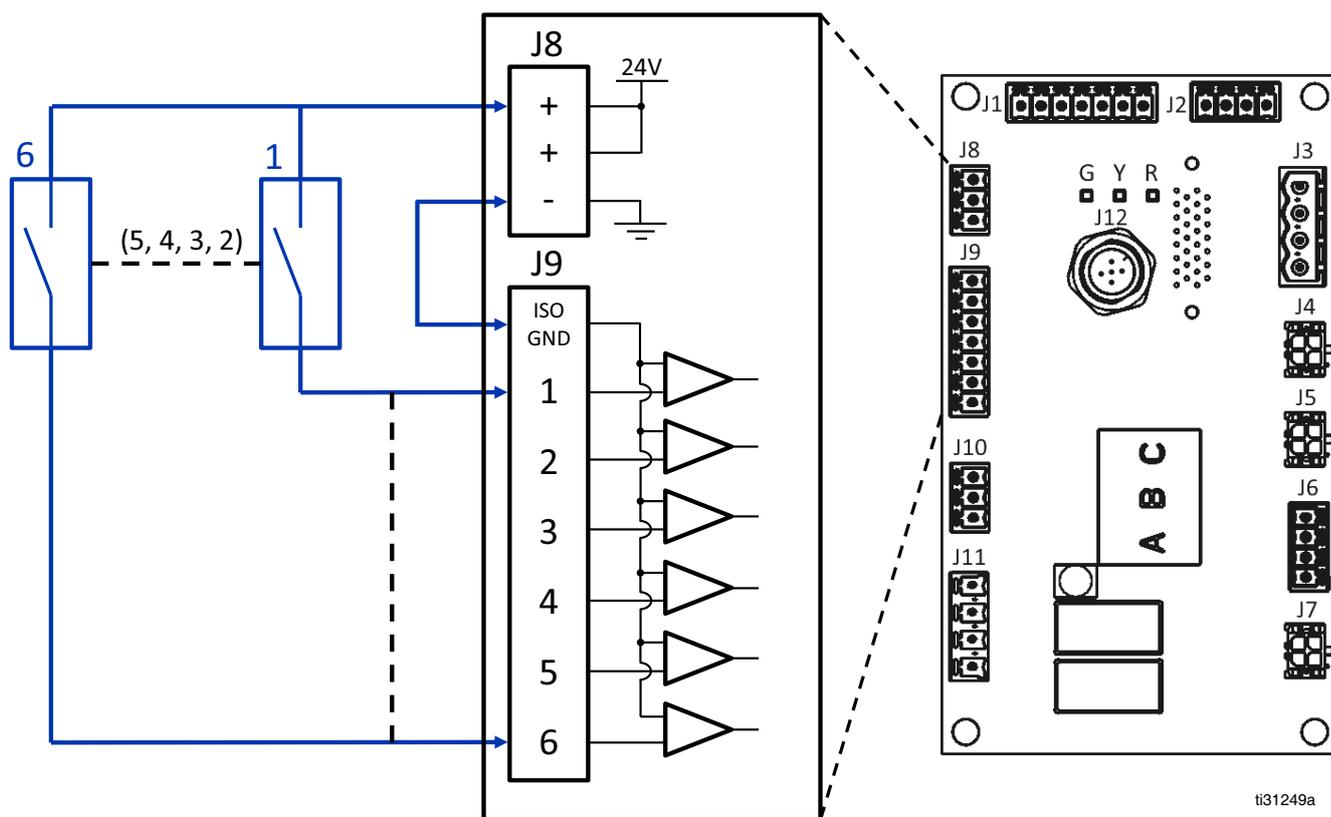

FIG. 14: Cableado (J8 y J9) de entradas de contacto seco (circuito abierto/cerrado)
- **Cableado de entradas de contacto seco (circuito abierto/cerrado)**, página 23. Consulte la FIG. 14 a modo de referencia.